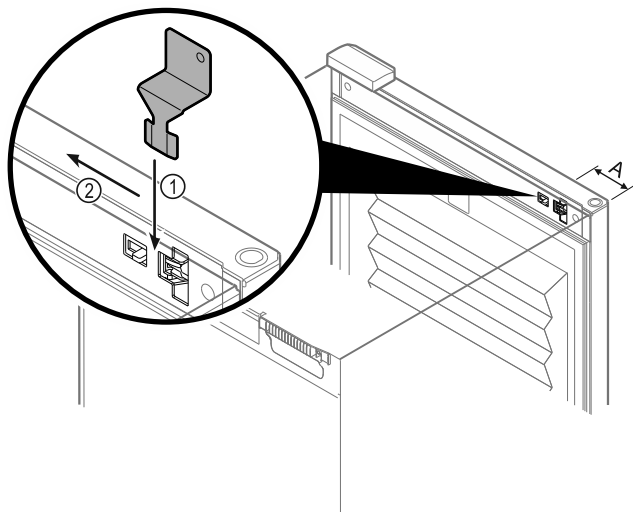

Fig. 218
- ▶ Colocar la llave de desbloqueo de emergencia en el lugar previsto Fig. 218 (A) ≈ 100 mm.
- ▶ Introducir desde arriba hasta el tope la llave de desbloqueo de emergencia entre la puerta y el cuerpo del electrodoméstico Fig. 218 (1).
- ▶ Tirar de la llave de desbloqueo de emergencia en dirección al lado de las bisagras Fig. 218 (2).